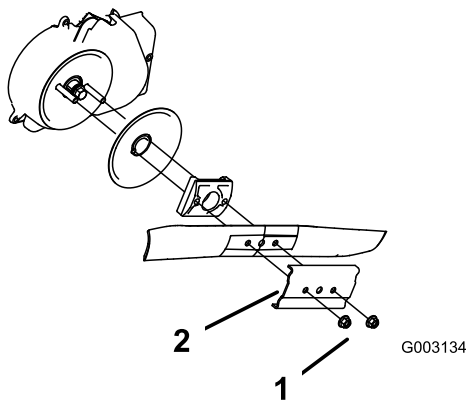

Figura 40
3. Retire las 2 tuercas de la cuchilla y el refuerzo (Figura 40).
4. Retire la cuchilla (Figura 40).
5. Instale la cuchilla nueva (Figura 40).